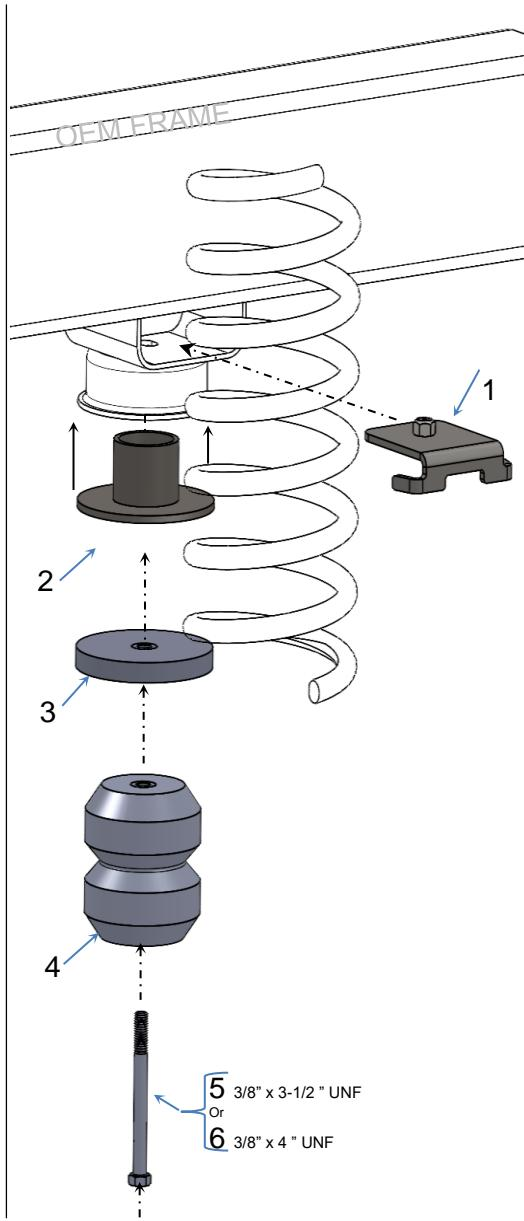
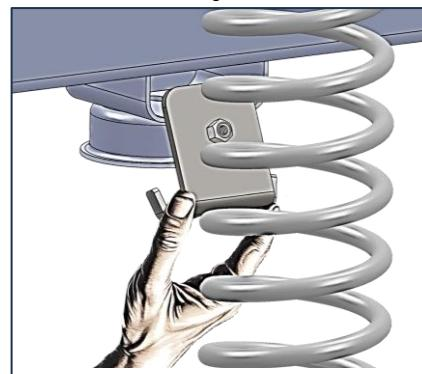

Fig: 1
Fig:2
- c) Locate upper bracket and center it. (Ref: Fig:1 & Fig:2)
- c) Localisez le support supérieur et centrez-le. (Réf ; Fig : 1 et Fig : 2)
- c) Ubique el soporte superior y céntrelo. (Ref; Fig:1 y Fig:2)
- d) Monte el conjunto de Timbren utilizando los orificios existentes y los sujetadores suministrados por Timbren (Fig:2).